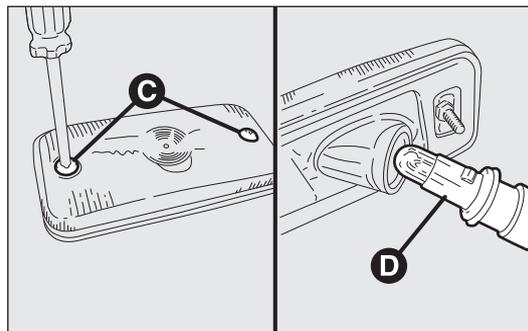

Abb. 193
- die beiden Befestigungsschrauben C – Abb. 193 herausdrehen und die Leuchte entfernen;